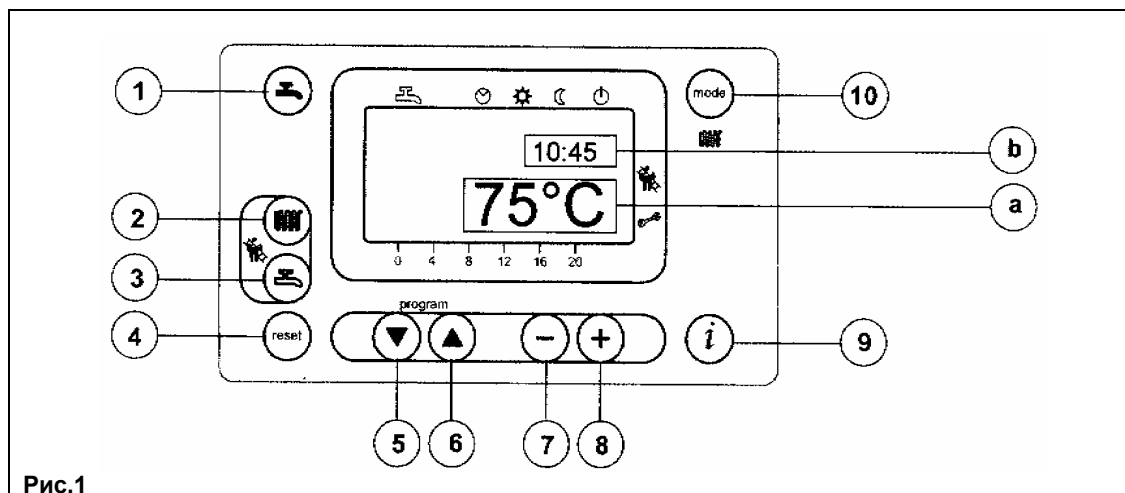

Рис.1
- Для установки значения температуры воды системы отопления нажмите кнопку (поз. 2 Рис. 1);
- нажмите одну из кнопок (поз. 1 или 10 Рис. 1) для запоминания значения и возврата в основное меню.
**Прим.** При подсоединенном датчике уличной температуры с помощью кнопки (поз. 2 Рис. 1) можно осуществлять смещение по климатическим кривым. Для увеличения или уменьшения комнатной температуры в отапливаемом помещении действуйте кнопками .
- Для установки максимального значения температуры воды системы ГВС нажмите кнопку (поз. 3 Рис. 1);
На основном дисплее (Рис. 1 а) одновременно с кодом неисправности высвечивается символ  (Рис. 4).